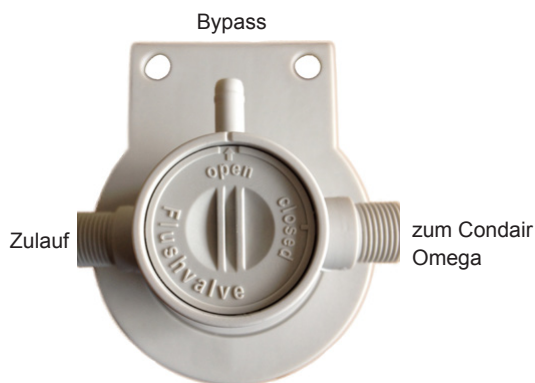
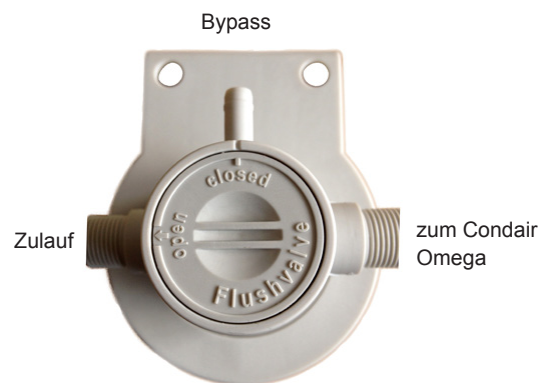

Abb. 20: Ventil auf "Bypass" einstellen (Spülstellung)
Abb. 21: Ventil auf "Zulauf" einstellen (Betriebsstellung)
9. Das Ventil am Filterkopf so einstellen, dass "open" auf den "Bypass" zeigt (Spülstellung, siehe Abb. 20). Das Ventil solange in dieser Stellung behalten, bis blasenfreies Wasser austritt. Anschliessend das Ventil am Filterkopf so einstellen, dass "open" auf den "Zulauf" zeigt (Betriebsstellung, siehe Abb. 21).